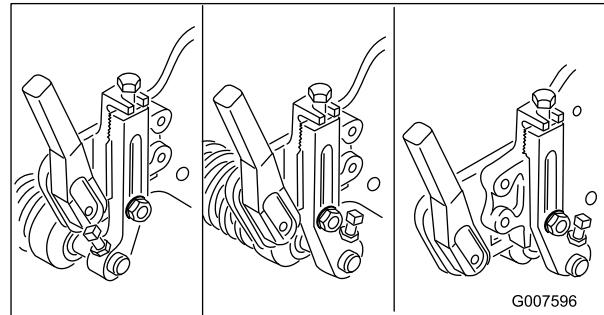

图57
**注意** 前滚筒可以放置在 3 个不同的位置 图57 这取决于用户的应用场合和需求。